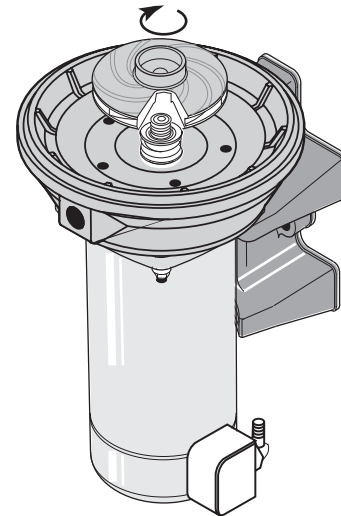

Figura 12
- I. Atornille el impulsor en el eje (sentido horario) mientras sostiene el eje con una llave de boca de 7/16" en las partes planas del eje. Esto colocará el sello automáticamente en posición. Consulte la Figura 12.